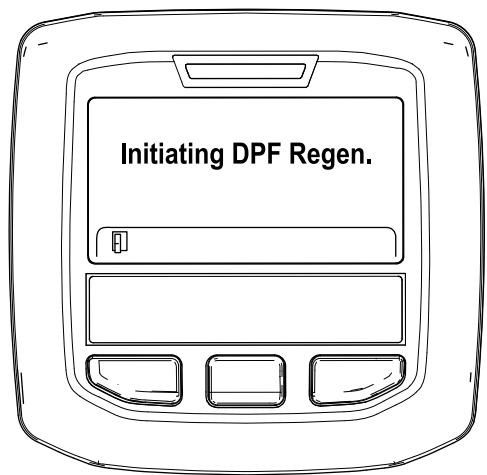

Figura 37
- A. "Initiating DPF Regen." (A iniciar Regen. DPF) é apresentada (Figura 37).